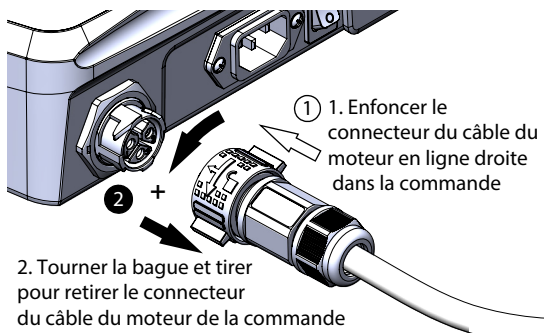

Figure 5 : Connexion et déconnexion du câble du moteur à la commande
5. la prise, comme illustré sur la figure 5